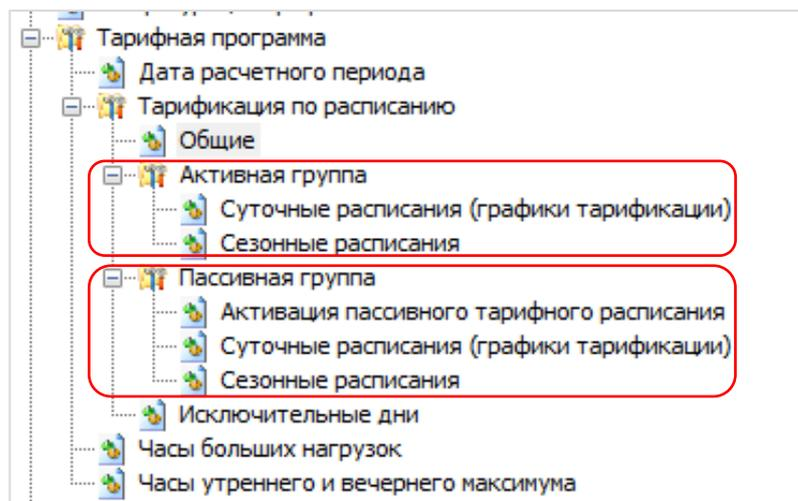

Рисунок 103
- 32 суточных расписаний переключения тарифа, в каждом до 16 точек переключения тарифа (см. рисунок 103). Одна точка переключения тарифа содержит: время начала действия тарифа (чч:мм) и тариф (т) (рисунок 105); Порядок задания тарифов – произвольный. Если переключение не используется, то в соответствующих полях необходимо установить значения: время – 00:00, тариф – нет.
- 12 сезонных недельных расписания (см. рисунок Рисунок 103). Каждое содержит: дату начала действия расписания (дд.мм) и номер суточного расписания переключения тарифов для каждого дня недели (пн,вт,ср,чт,пт,сб,вс) от 1 до 32 (рисунок Рисунок 106). Если сезонное недельное расписание надо отключить, то в графе «Использовать» задается «-», в противном случае «+»;
Исключительные дни (48 штук)⁴² применяются сразу после записи (см. рисунок 103). Каждый исключительный день содержит, месяц год и номер суточного расписания переключения тарифа от 1 до 32 (см. рисунок 107). Если исключительный день не используется, то в графе «Использовать» задается «-», в противном случае «+».